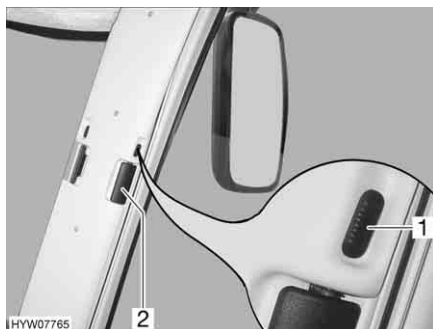

Fig. 28 Bloccaggio delle tendine oscuranti pieghevoli per il finestrino del conducente/passeggero
- Inserire la tendina oscurante pieghevole per la maniglia (Fig. 28,2) fino all'arresto.
- Spingere verso il basso il bottone di bloccaggio (Fig. 28,1) e farlo innestare.